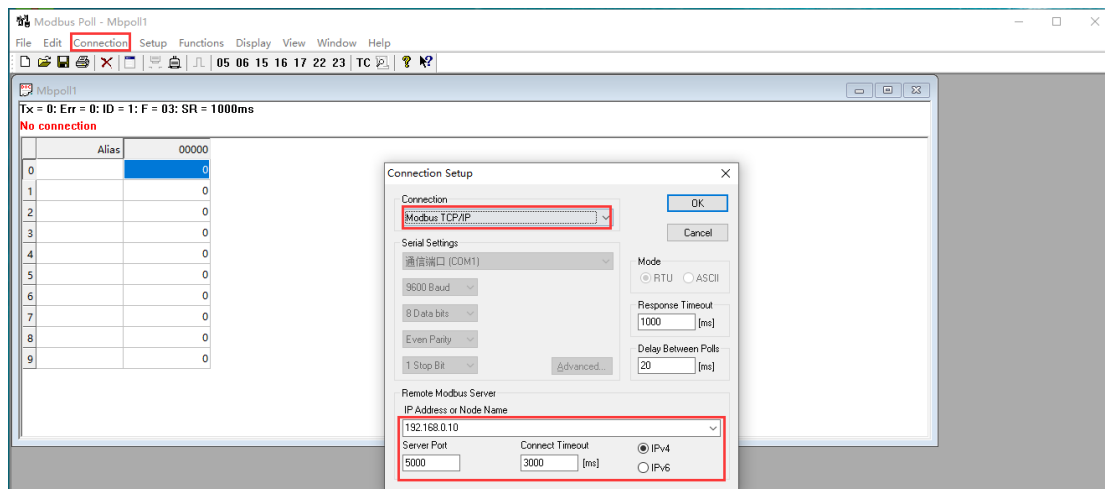

图 6-24 MODBUS_TCP 主机参数设置
4) 点击“Connection”, 创建连接, MODBUS_TCP 端设置参数如图 6-24 所示。